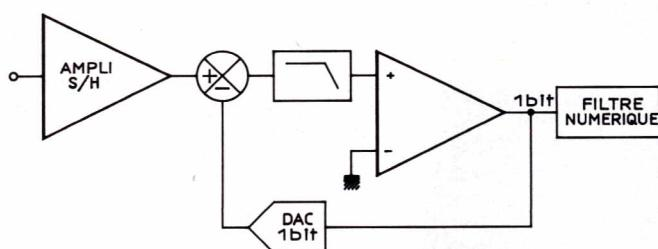

Figure 1 : CAN Delta-Sigma.
Le principe fondamental du modulateur réside dans l'utilisation d'un CNA 1 bit dans la boucle de contre-réaction d'un circuit analogique possédant un grand gain en boucle ouverte (**figure 1**).
**Du fait que ce signal est totalement décorrélé du signal d'entrée (ou aléatoire) il peut être considéré comme un bruit blanc. Son énergie est uniformément répartie sur la bande du continu à la moitié de la fréquence d'échantillonnage (figure 1 bis).**